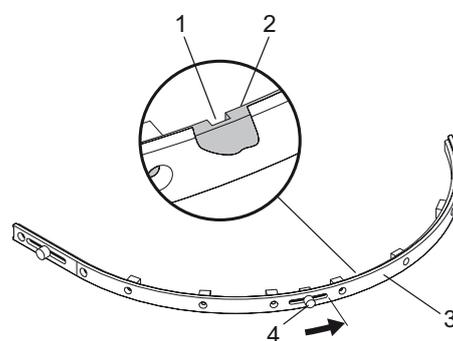

Рис. 5: Арочная шина AARB при FFБ < 750 мм
Важно: При ширине створки FFБ < 750 мм следует обрубить арочную шину AARB (1) после второго грибка (смотри Рис. 5).